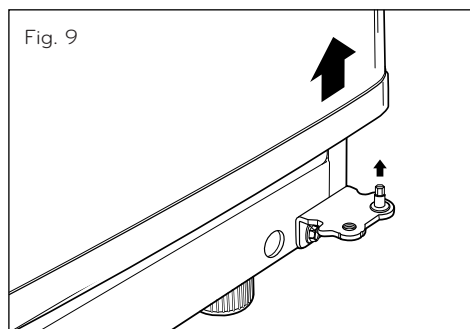

Fig. 9
- Utilisez les 2 vis et le tournevis cruciforme pour fixer de nouveau le support de la charnière et la porte sur la paroi du réfrigérateur (voir Fig. 9).
REMARQUE: La porte devrait alors avoir du jeu. Levez la légèrement et retirez-la (voir Fig. 9).